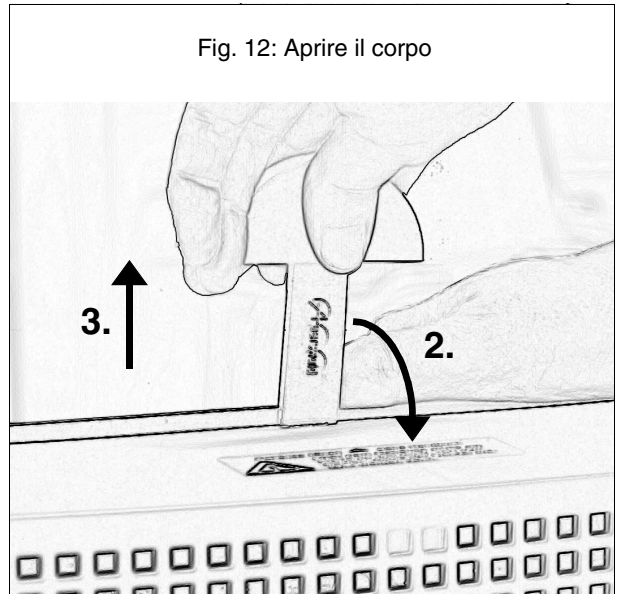

Fig. 12: Aprire il corpo
1. Inserire l'attrezzo di sbloccaggio nell'apertura sul bordo superiore del coperchio. Vedere la Fig. 12.
2. Allentare il blocco tirando verso di sé l'attrezzo. Vedere la Fig. 12.
3. Aprire ora l'alloggiamento rimuovendo verso l'alto l'attrezzo di sbloccaggio dal corpo. Il coperchio viene asportato anch'esso verso l'alto. Vedere la Fig. 12 a pagina 22.